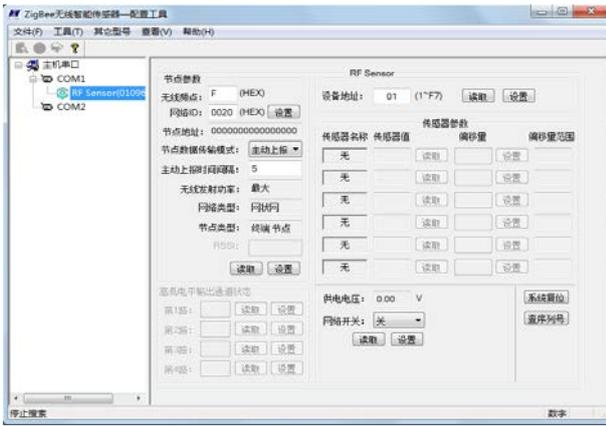

图 6-4
- 5、双击 JZH 系列无线采集模块，进入设置界面如图 6-4 所示。